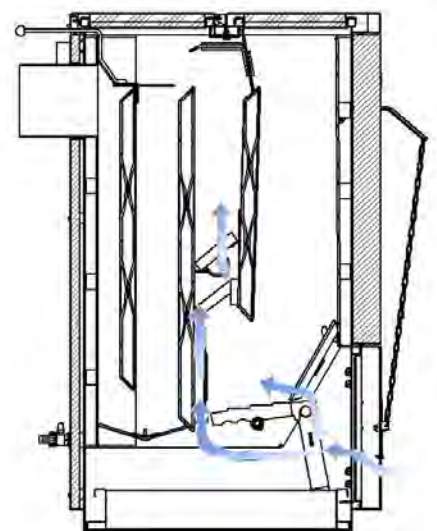

Рис. 18 Распределение потоков воздуха
8.1.2 Первичный, вторичный и третичный воздух (см. Рис.18)